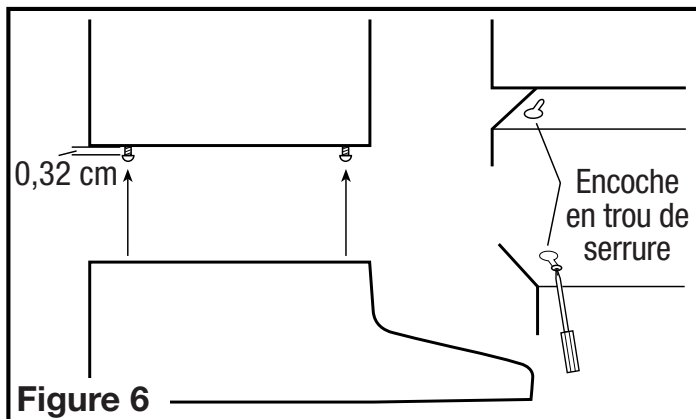

Figure 6
5. Installer les 4 vis de montage aux endroits marqués précédemment. Laisser un dégagement d'environ 0,33 cm (1/8 po). Glisser la hotte en place au travers des trous en poire et aligner le devant de la hotte pour qu'il soit à effleurement avec le devant des armoires. Visser fermement toutes les vis (**Figure 6**).
1. Installer les filtres en ajustant le filtre dans le canal de la hotte et en le glissant vers l'arrière jusqu'à ce qu'il soit arrêté contre l'arrière de la hotte (**Figure 6**).